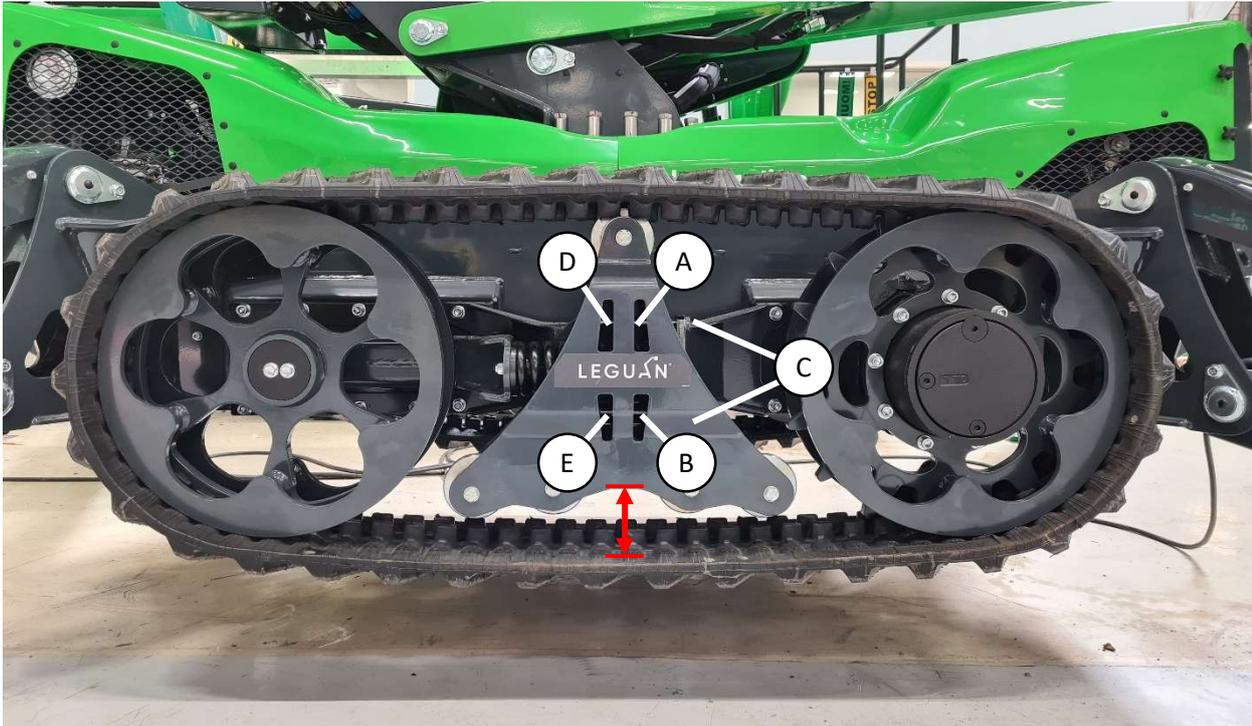

Abbildung 16. Einstellung der Kettenspannung
Heben Sie die Zugangsplattform mithilfe der Stützen vom Boden ab. Die Ketten sollten mindestens 5 cm vom Boden entfernt sein. Fahren Sie ein Stück rückwärts, damit unten etwas Spiel ist. Die Spannung ist richtig, wenn der Abstand zwischen der Kette und dem Kettenrahmen von Ende zu Ende (in Abbildung 16 mit roten Strichen markiert) gleich ist. Der richtige Abstand beträgt 85-90 mm.
Die Kette wird mit einer vorgespannten Feder gespannt. Um die Kette zu spannen, lösen Sie die in Abbildung 16 mit (A) und (B) gekennzeichneten Muttern. Ziehen Sie dann die Muttern D und E an und halten Sie die Bolzen C fest (oder umgekehrt). Dadurch werden die Bolzen (Abbildung 16, (C)) und die Einstellplatte in Richtung Kettenmitte gezogen und das vordere Kettenrad nach vorne bewegt. Ziehen Sie die Muttern gerade so weit an, dass sich die Kette im Verhältnis zum Kettenrahmen gerade ausrichtet und dass der Abstand 85-90 mm beträgt. Ziehen Sie beide Muttern gleichmäßig an. Ziehen Sie nach der Einstellung die Muttern A und B fest.